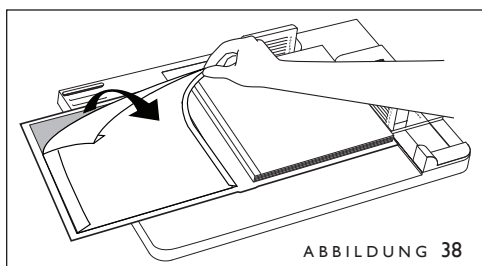
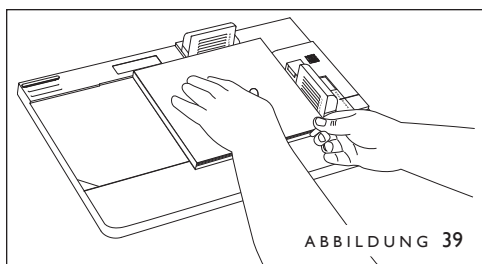

ABBILDUNG 38
ABBILDUNG 39
6. Die restlichen Deckpapiere von der linken Seite abziehen (Abbildung 38) und die linke Seite des Fastback Hardcover-Einbands über den Buchblock klappen und mit der oberen und rechten Kante des Einbands an den lila Anschlägen ausrichten (Abbildung 39). Gerade nach unten auf den Textblock drücken und den Einband zum Rücken hin glätten. Das Buch aus der Führung nehmen, öffnen und die Vorsatzblätter reiben, um sicherzustellen, dass diese sicher befestigt sind.